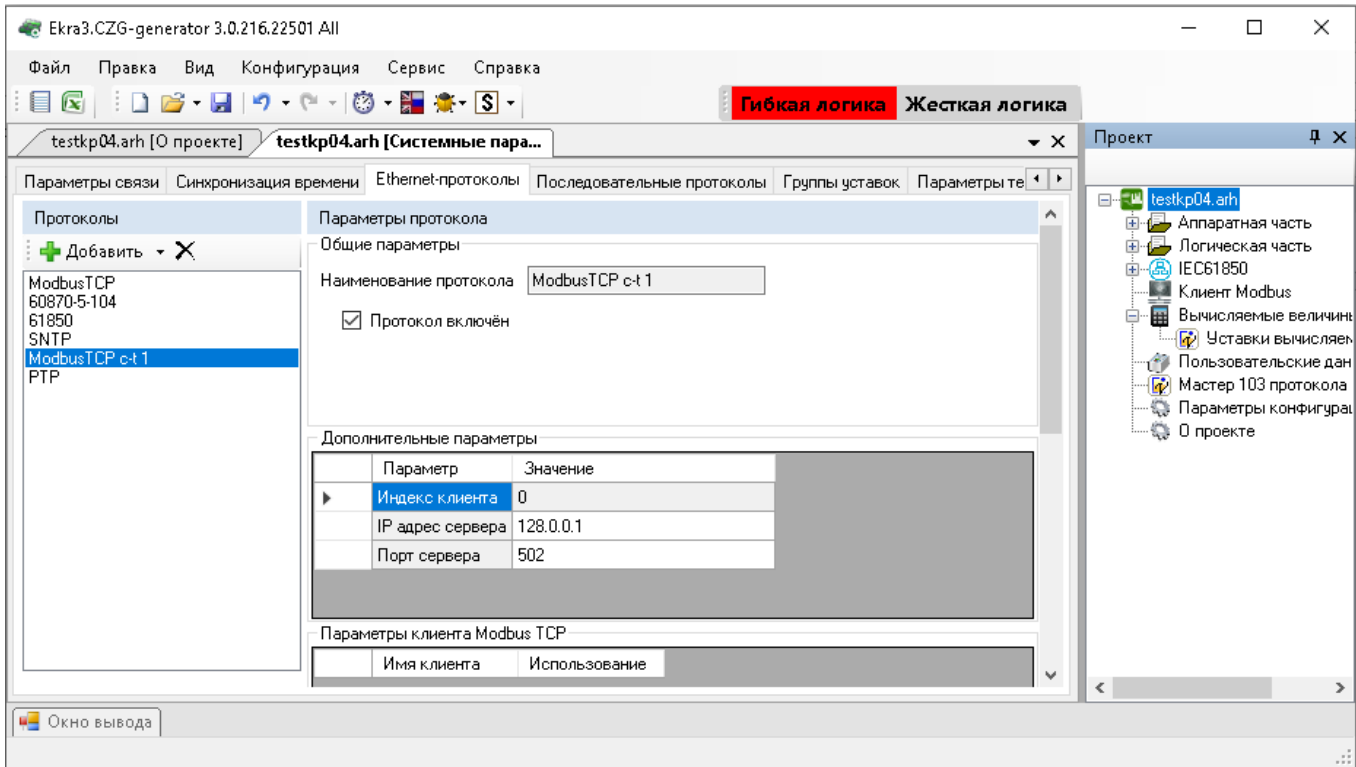

Рисунок 3.53
3.4.6.3.5 Конфигурирование протокола передачи данных ModbusTCP c-t (Modbus TCP client) Выбрать протокол ModbusTCP c-t (см. рисунок 3.53).